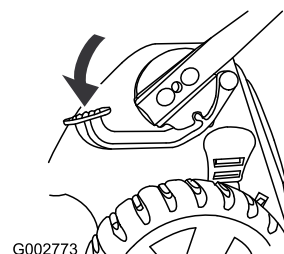

Figura 49
1. Pise el pedal y manténgalo pisado (Figura 49).